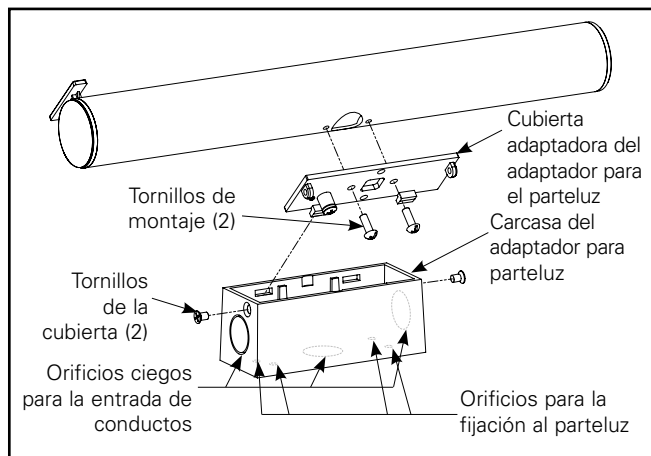

Figura 7.
2. Abra la caja que contiene el adaptador para parteluz y desembale la unidad. Desmonte la unidad retirando los tornillos de la cubierta situados a ambos lados de la carcasa del adaptador para parteluz. (Ver Figura 7)